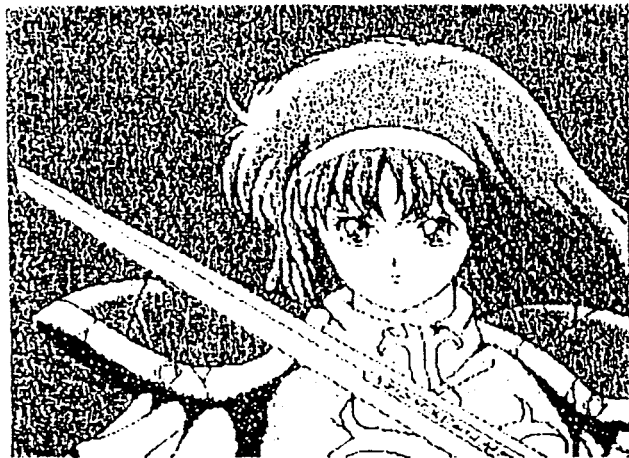
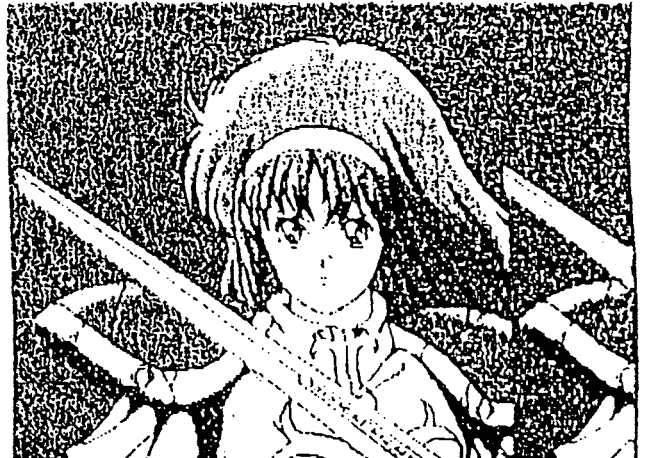

図5-9 WORD RAM 1M DMA画面 (32セルモード)
図5-10 WORD RAM 1M DMA画面 (40セルモード)
- ⑤ 画面は、“WORD RAM 2M DMA”チェック画面に切り替わります。④の項目と同様に画面が、32セルモード(図5-9)、40セルモード(図5-10)と自動で切り替わりますので、キャラクターの欠けや化け、色抜け、歪み等の不具合がなければ、STARTボタンを押し次の検査項目へ進みます。
- ⑤ 画面は、“WORD RAM 2M DMA”チェック画面に切り替わります。④の項目と同様に画面が、32セルモード（図5-9）、40セルモード（図5-10）と自動で切り替わりますので、キャラクターの欠けや化け、色抜け、歪み等の不具合がなければ、STARTボタンを押し次の検査項目へ進みます。